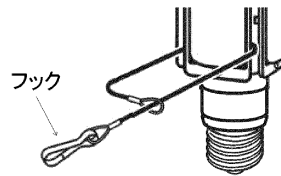
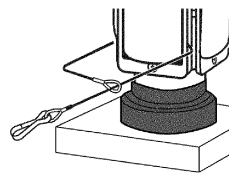

図2
図3
2. ワイヤーを口金方向にスライドし、(図2)のように輪に通し、フックを取り付けてください。その後、器具にランプパッキンを取り付けランプを器具に装着してください。(図3)